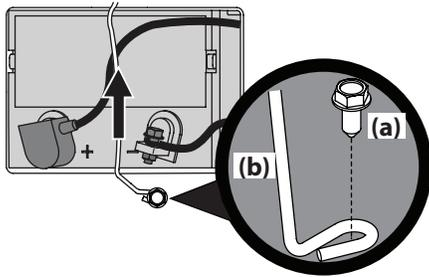

Figura 4-11
1. Extraiga el tornillo de cabeza hexagonal con arandela (a) que sujeta el soporte de sujeción de la batería al marco (b). Luego levante el soporte de sujeción (b) de la batería para liberar la batería. Vea la Figura 4-11.